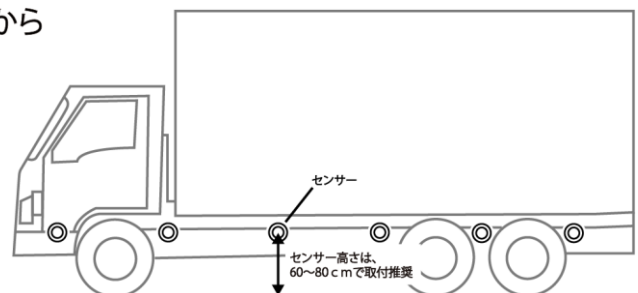

図 3
- ・センサーの取り付け高さは、地面から60～80cmを推奨（図3参照）。